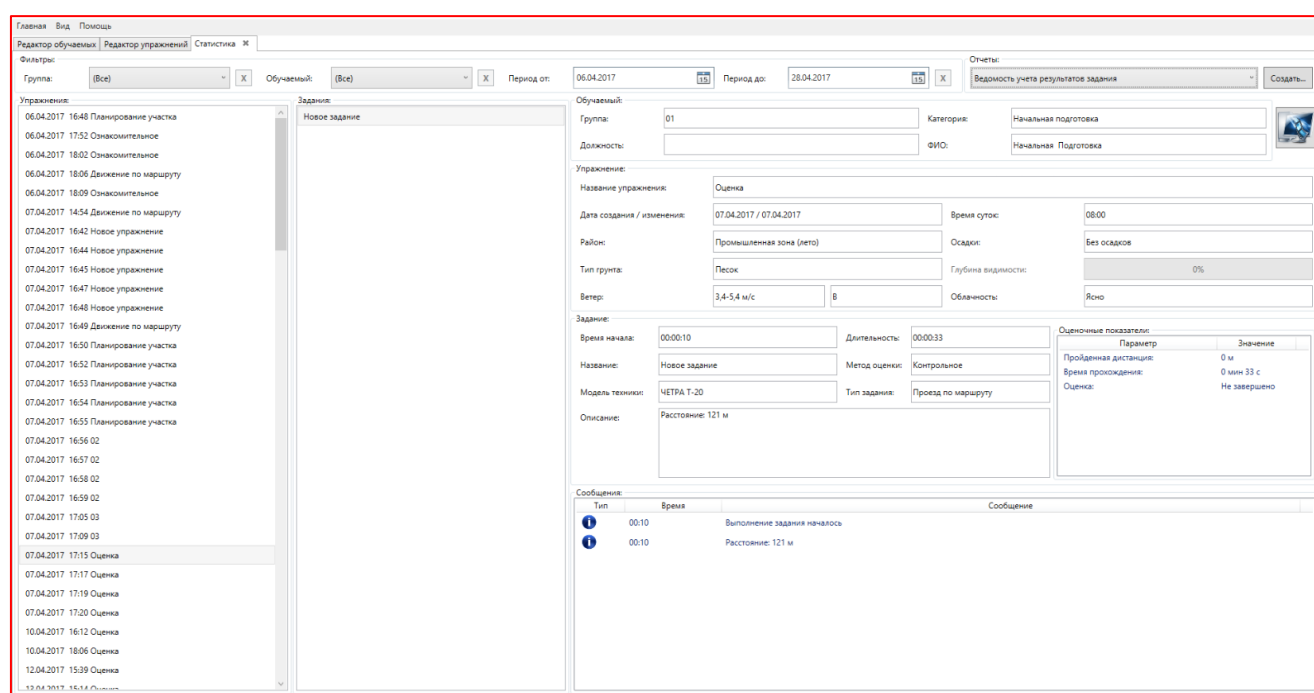

Рисунок 3.71 – Вкладка «Статистика»
Откроется вкладка «Статистика» (рисунок 3.71), на которой необходимо указать параметры будущего отчета.
- 2) При необходимости указать конкретное упражнение в форме «Упражнения» и конкретное задание в форме «Задания» (рисунок 3.71).